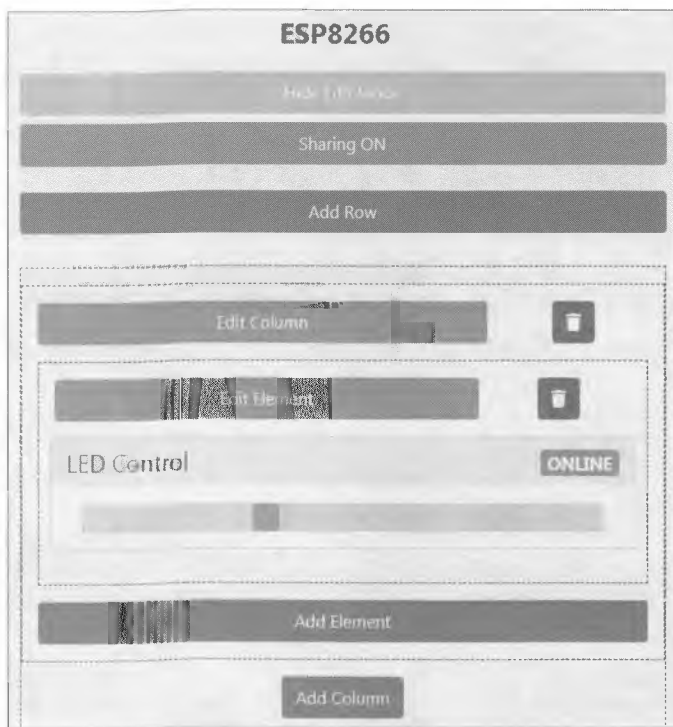

Рис. 4.6. Создание нового элемента управления
4. Вы сразу увидите на приборной панели новый элемент в режиме редактирования (рис. 4.6). Выберите номер контакта, к которому подключен светодиод.